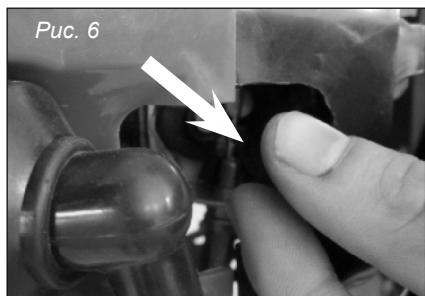

Рис. 6
2. Установите рычаг управления воздушной заслонкой (*рис. 6*) в по-
5. Переведите рычаг управления воздушной заслонкой в положение «Открыто» (*рис. 6*).